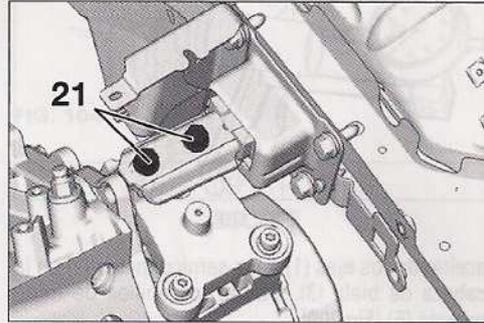

FIG. 97
- Los tornillos (17).
- Los tornillos (20).
- Los soportes motor (18) y (19).
- Desmontar las (21) (Fig.97).